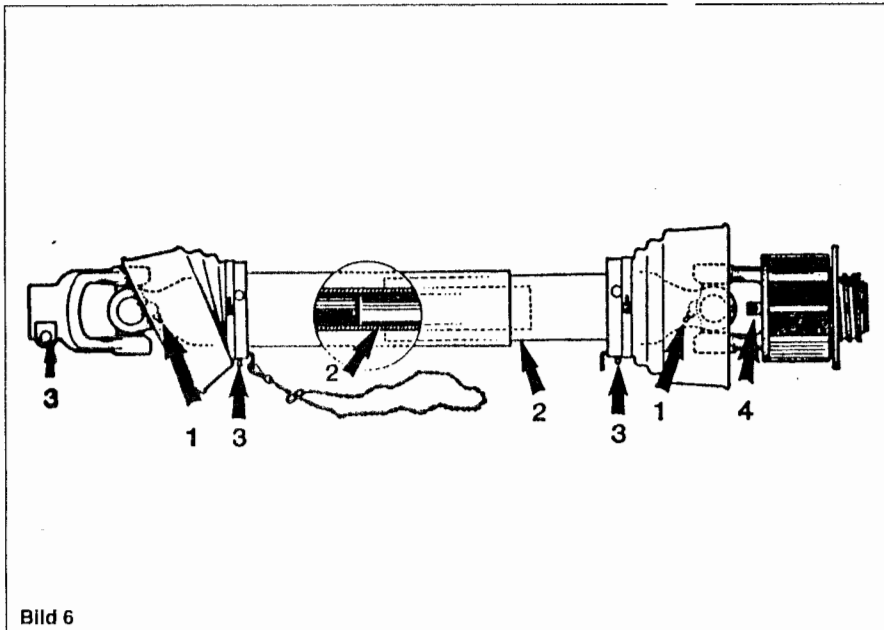

Bild 6
Die Gelenkwelle vor jedem Einsatz auf ihre Funktion überprüfen. Die Kreuzgelenke bei Dauerbelastung täglich, und bei unterbrochenem Betrieb mindestens wöchentlich einmal mit Wälzlagerfett (Lithium-Seifenfette) durchschmieren. Das Schmieren muß hierbei so lange fortgesetzt werden, bis das Fett an den Dichtungen wieder austritt. (Bild 6, Pos. 1). Tägliches Reinigen und Schmieren der Profilrohre und Schutzrohre (Bild 6, Pos. 2) ist wegen dauernder Schubbeanspruchung und großer Schmutzeinwirkung erforderlich. Die Schiebepfiste sind wöchentlich einmal zu schmieren (Bild 6, Pos. 3). Nach der Saison ist die Gelenkwelle in allen Teilen gründlich zu reinigen, alle Lagerstellen sind mit Fett aufzufüllen und alle Außenteile einzuoilen, um Rostbildung zu vermeiden. Die Stift-Freilaufkupplung ist vom Werk aus mit hochwertiger Grundschmierung versehen. Ein Nachschmieren soll je nach Beanspruchung in der Saison ein- bis dreimal erfolgen. (Bild 6, Pos. 4).
Vérifier l'état de marche des arbres de transmission avant chaque mise en service. Graisser les croisillons avec de la graisse à roulements une fois par jour en cas de charge permanente et, une fois par semaine au moins, en cas de service interrompu. Poursuivre le réglage jusqu' à ce que la graisse affleure aux joints (Fig. 6, rep. 1). Nettoyer et graisser chaque jour les tuyaux profilés et les tubes de protection (Fig. 6, rep. 2) sont des opérations indispensables à cause de la sollicitation au cisaillement permanent et de l'encrassement important. Graisser une fois par semaine les broches coulissantes (Fig. 6, rep. 3). Après la période d'utilisation, procéder à un nettoyage minutieux de toutes les parties de l'arbre de transmission, remplir tous les points d'appui de graisse et huiler toutes les parties extérieures afin d'éviter l'attaque par corrosion. Le couplage à roue libre et à goupille a reçu à l'usine un graissage de haute valeur. Selon les sollicitations, effectuer de un à trois graissages ultérieurs au cours de la saison d'utilisation (Fig. 6, rep. 4).
Check the propshaft for good condition before any operation. Grease the universal joints daily in case of continuous charge, and at least weekly, in case of occasional use, by means of anti-friction bearing grease (grease mixed up with lithium soap). Greasing must be done as long as to make the grease leave at the seals (Fig. 6, item 1). Daily cleaning and greasing of the profiled pipes and cleaning of the protective tubes (Fig. 6, item 2) is required due to continuous stress by thrust and dirt affecting those components. The sliding pins must be greased once per week (Fig. 6, item 3). After the season has ended, clean all parts of the propshaft thoroughly, top up all bearing points with grease, and cover all exterior parts with oil, in order to prevent formation of rust. The overload coupling device is provided with a high-quality basic grease filling by the factory. Subsequent greasing should be effected, depending on the stress to which the unit was subject during the season, once up to three times per season (Fig. 6, item 4).
De scharnieras voor elke keer dat deze gebruikt wordt, op de werking controleren. De kruisscharnieras bij voortdurende belasting dagelijks en bij onderbroken bedrijf minstens eenmaal per week even met walslagerfett (Lithium-zeepvet) doorsmeren. Hierbij moet men met het smeren zo lang doorgaan, tot het vet er bij de pakkingen weer uitkomt (afb. 6, pos. 61). Het is noodzakelijk, de profielpijpen en bescherm pijpen in verband met voortdurende schuifbelasting en sterke inwerking van vuil dagelijks te reinigen en te smeren. De schuifpennen moeten eenmaal per week worden gesmeerd (afb. 6, pos. 3). Na het seizoen moeten alle delen van de scharnieras grondig worden gereinigd, alle lagerpunten moeten van vet worden voorzien en alle uitwendige delen moeten worden geolied ter vermijding van roestvorming. De pen-vrijlooppkoppeling is van de fabriek uit in eerste instantie hoogwaardig gesmeerd. Nasmering dient af naar de intensiteit van het gebruik tijdens het seizoen één-tot driemaal te gebeuren (afb. 6, pos. 4).
Kontrollera kardanaxelns funktion före varje användning. Vid kontinuerlig belastning skall kardanknutarna smörjas dagligen och annars minst en gång i veckan med rullagerfett (litiumsåpfett). Smörjningen skall göras så länge att fettet sipprar ut vid tätningarna (bild 6, pos. 1). På grund av den ständiga skjvupåfrestningen och nedsmutsningen måste profilrören och skydds rören (bild 6, pos. 2) rengöras och smörjas dagligen. De förskjutbara stiften skall smörjas en gång i veckan (bild 6, pos. 3). Efter säsongen skall kardanaxelns alla delar rengöras grundligt, alla lagerlägen fyllas med fett och alla utvändiga delar smörjas med olja för att undvika rostskador. Frikopplingen med säkerhetsbult har på fabriken försetts med högvärdig grundsmörjning. Allt efter påfrestning skall den eftersmörjas en till tre gånger under säsongen (bild 6, pos. 4).